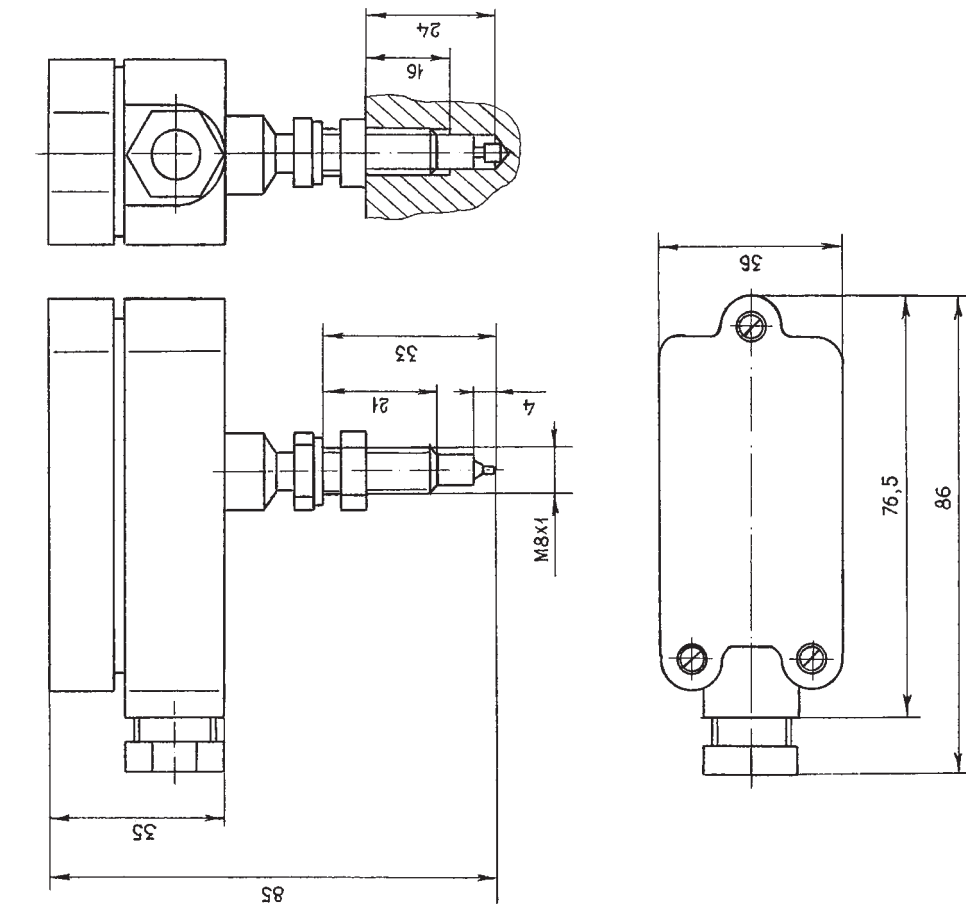
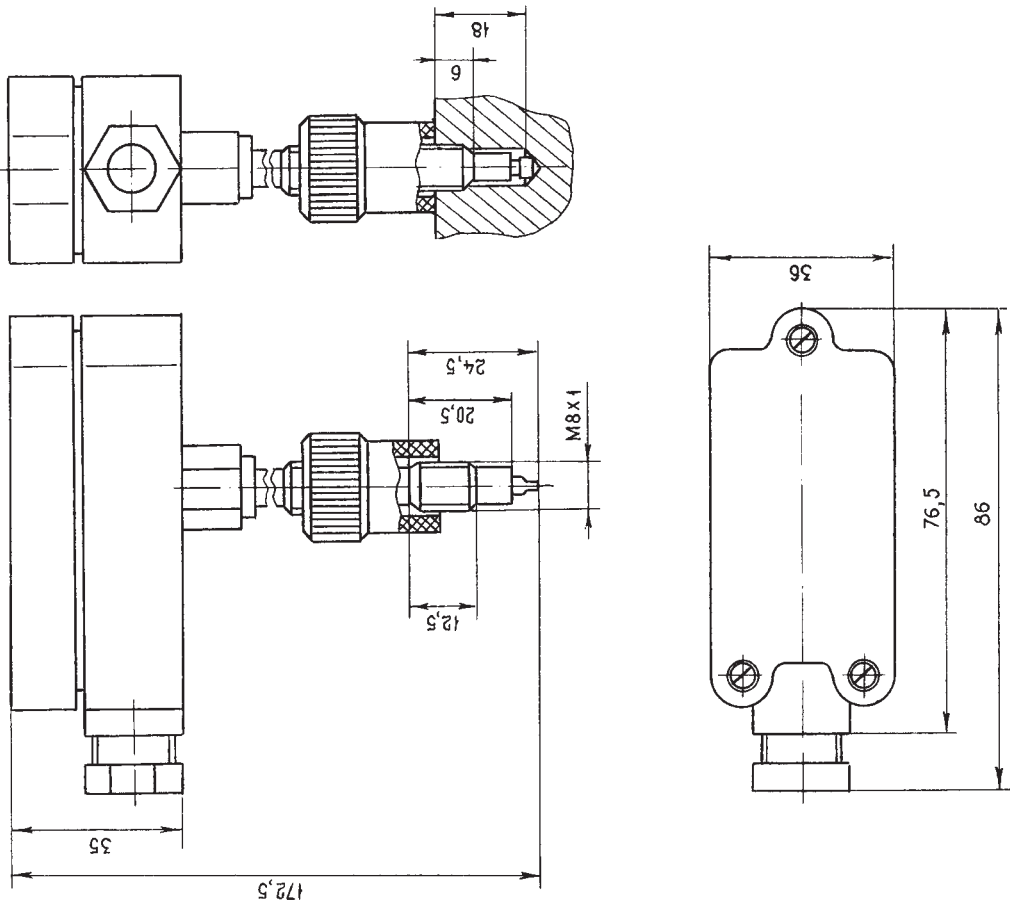

Рис. 2
Рис. 3
- Габаритные и установочные размеры реле приведены на рис. 2, рис. 3, рис. 4, рис. 5.
Монтаж реле на месте эксплуатации производится в соответствии с рис. 2, рис. 3, рис. 4, рис. 5.